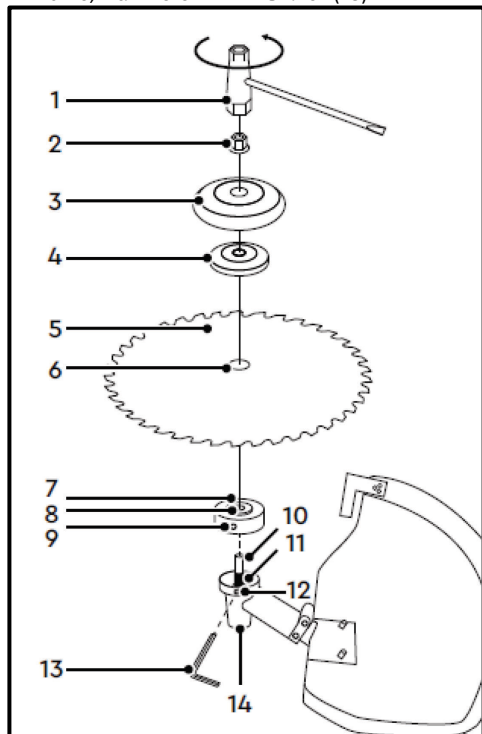

Рис. 26
Встановлення ріжучого ножа (Рис. 26):
- Встановіть на шліці (11) шпинделя (10) шліцьову привідну шайбу (7) з посадковою сходиною.
- Встановіть ріжучий ніж (5) на шліцьову привідну шайбу (7). Посадкова сходинка (8) шліцьової привідної шайби (7) повинна увійти в посадковий отвір (6) ріжучого ножа (5).
- Встановіть на шпиндель (10) притискну шайбу (4), тарілчасту шайбу (3), фіксуючу гайку (2).
- Зabloкуйте обертання шпинделя (10) та шліцьової привідної шайби (7), встановивши ключ (13) в отвір (12) нижнього редуктора (14) та в отвір (9) шліцьової привідної шайби (7).
- Затягніть ключем (1) (19 мм) фіксуючу гайку (2), обертаючи її в напрямку стрілки, як показано на Рис. 26, після чого витягніть ключ (13).
Зняття ріжучого ножа (Рис. 26):